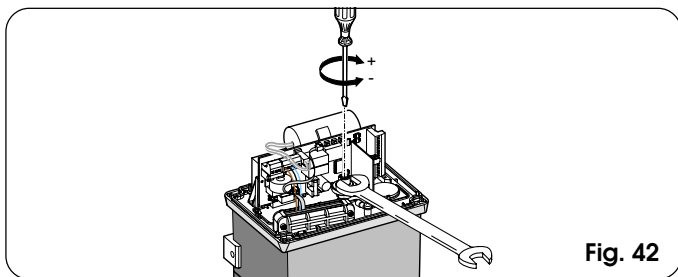

Fig. 42
- 2) Houd de motoras geblokkeerd met een engelse sleutel en draai aan de stelschroef van de koppeling met een inbusleutel of schroevendraaier zoals op fig. 42.